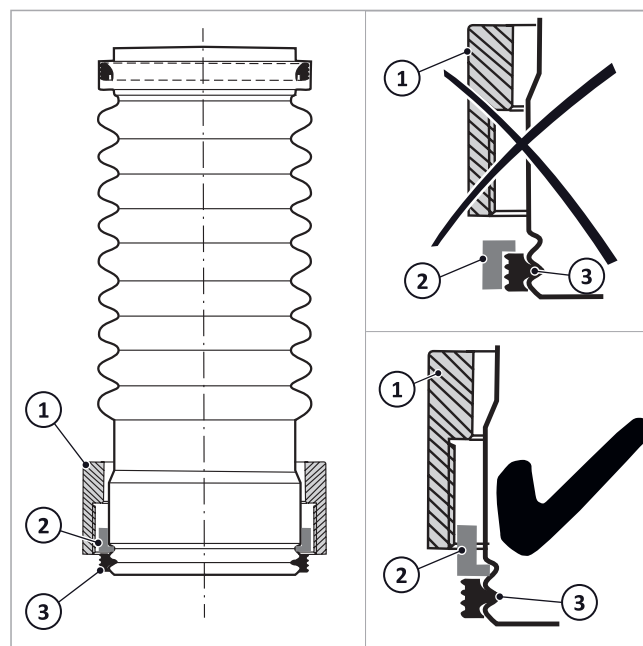

Fig. 37: Unión roscada instalada
1. Según → fig. 37 introduzca en el extremo inferior de la conexión de salida de humos la tuerca de racor (1), el anillo de seguridad (2) y la junta (3).